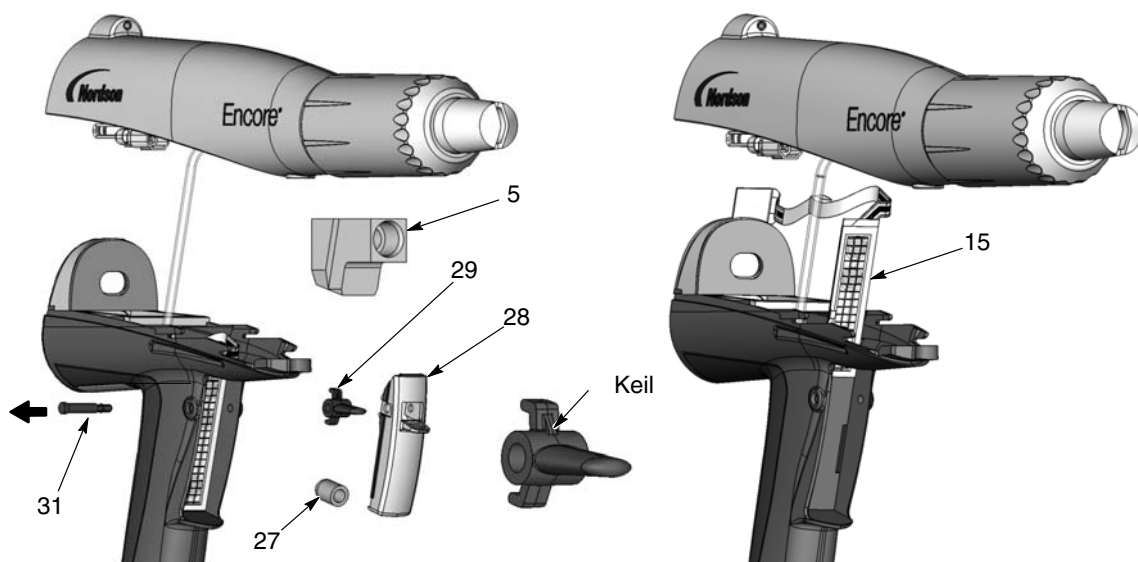

Abb. 6-8 Auslöserschalter ersetzen
1. Siehe Abb. 6-8. Den neuen Schalter (15) mit dem Gitter zur Pistolenvorderseite ausrichten, dann vorsichtig das rechteckige untere Ende des Schalters durch den Schlitz im Griff führen.
4. Den Spülauslöser (29) im Sprühauslöser (28) installieren; dabei darauf achten, dass der Keil wie abgebildet nach oben zeigt. **Den Spülauslöser nicht verkehrt herum installieren.**
5. Die Auslöser im Griff platzieren und in Position halten, während die Achse (31) durch Griff und Auslöser gedrückt wird, bis der Kopf der Achse bündig mit dem Griff abschließt. Bei korrektem Vorgehen rastet die Achse in der richtigen Position ein.